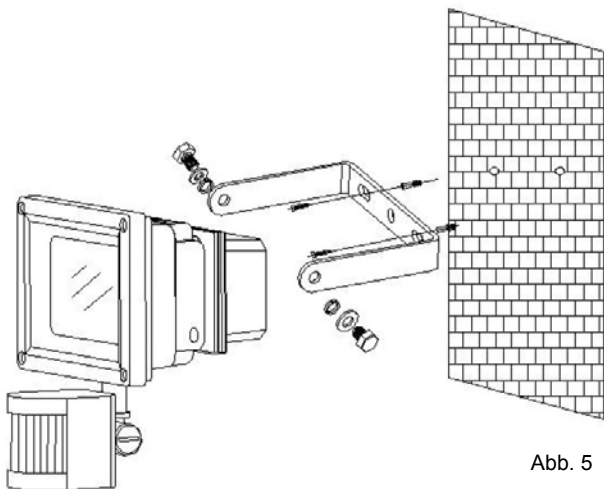

Abb. 5
(3) Schließen Sie das Netzkabel.
**DE** (4) LED-Scheinwerfer wieder an der Halterung anschrauben und Kabel an der Wand mit Hilfe geeigneter Clips befestigen. Stellen Sie sicher, dass das Kabel nicht den Körper des Scheinwerfers berührt und dass es ausreichend Spielraum im Kabel gibt, damit das Flutlicht wie benötigt geneigt und eingestellt werden kann, durch Ergreifen des Metallgehäuse der LED-Scheinwerfer und nicht der hinteren Anschlussbox (Siehe Abbildung 5).